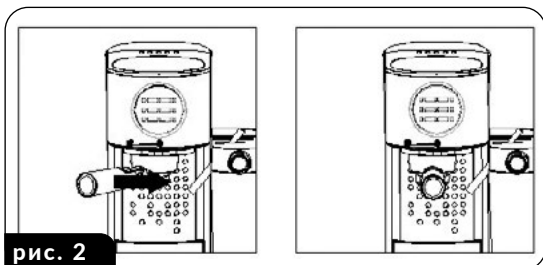

рис. 2
4. При помощи трамбователя (25) утрамбуйте кофе, а затем удалите избыток кофе с обода, чтобы обеспечить правильную посадку фильтра (рис. 2б и 2в).
1. Разместите колбу (10) вместе с установленным фильтром (13) в гнезде установки колбы (5) таким образом, чтобы ручка колбы (12) совпадала с символом открытого замка на передней панели кофемашины (рис. 2).
2. Легко поверните ручку колбы (12) вправо так, чтобы она совпала с символом закрытого замка на передней панели кофемашины.